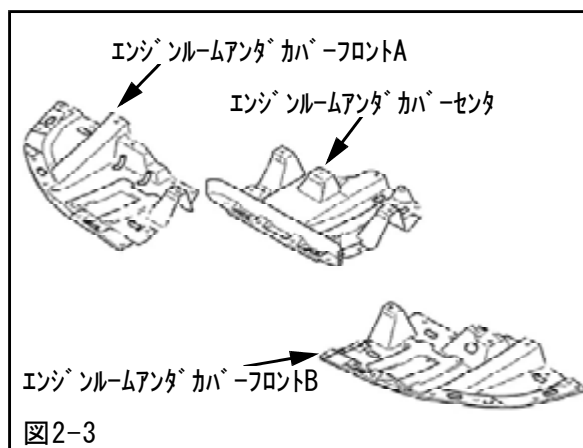

図2-3
- (3) エンジンルームアンダカバーフロントA, エンジンルームアンダカバーフロントB, エンジンルームアンダカバーセンタを取外してください。〈図2-3〉